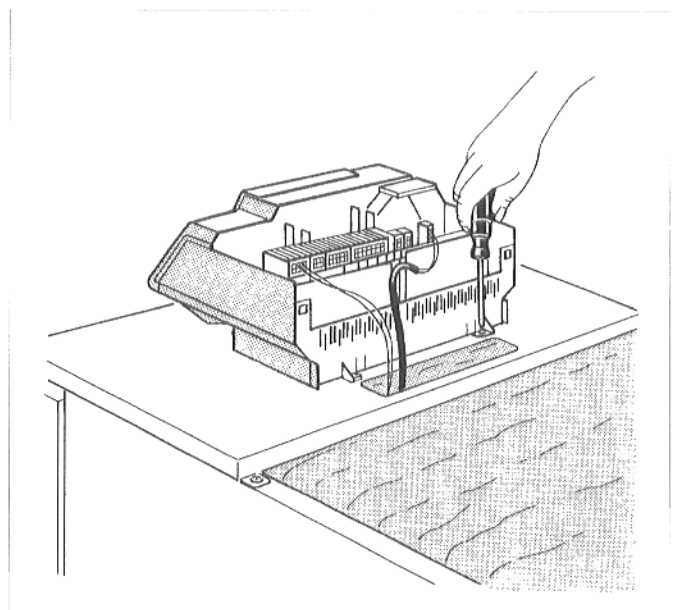

Abb. 8: Regelgerät festschrauben
- Regelgerät mit zwei Schrauben auf der vorderen Kesselhaube festschrauben (Abb. 8).